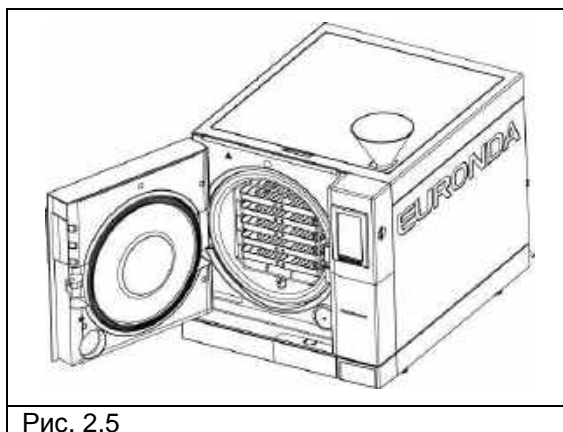

Рис. 2.5
2. Откройте верхнюю крышку, установите воронку и залейте через заливную горловину требуемый объем дистиллированной воды (см. рис. 2.5). Уровень воды не должен превышать отметку MAX. Заправка стерилизатора возможна также с помощью деионизатора (см. Приложение 10 и руководство по эксплуатации деионизатора Aquafilter).